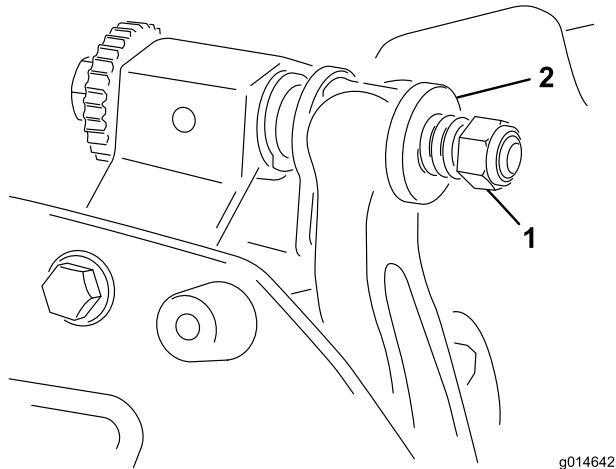

Figura 16
- Aperte a porca da mola tensora até que a mola fique recolhida; em seguida, desaperte meia volta (Figura 16).